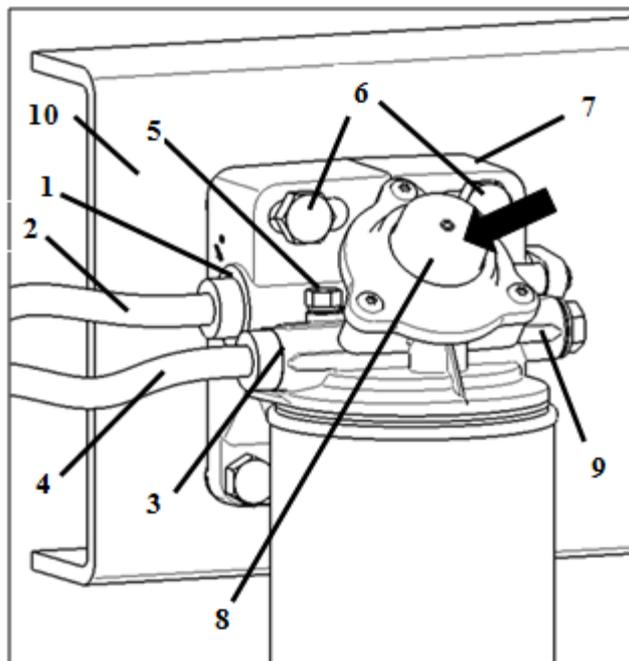

Fig. 3 Montaggio
- Scegliere il posto adatto al telaio del veicolo (pos.10, Fig. 3) (osservare le indicazioni di cui al cap. 4.1).
- Fissare la flangia di montaggio (pos.7, Fig. 3) al telaio (pos.10, Fig. 3) con due viti (pos.6, Fig. 3; M 12 - 8.8) e rondelle (12,5 - ISO 7090) (Ma = 60 +5 Nm).
- Rimuovere i coperchi all'ingresso (pos. 1, Fig. 3) e all'uscita (pos. 3, Fig. 3).
- Collegare i tubi di alimentazione del carburante (pos.2 e 4, Fig. 3) all'ingresso (pos.1, Fig. 3, filettatura M18 x 1,5) e all'uscita (pos. 3 e/o 9, Fig. 3, filettatura M18 x 1,5).
- Svitare la vite di sfiato apertura di chiave 12 (pos.5, Fig. 3).
- Azionare la pompa a mano (pos. 8, Bild 3) per aspirare carburante.